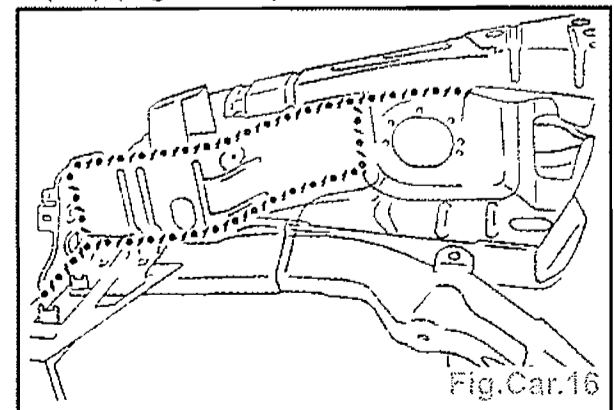

Fig.Car.16
- Appliquer un mastic à lisser au pinceau (A4) (Fig.Car.16).